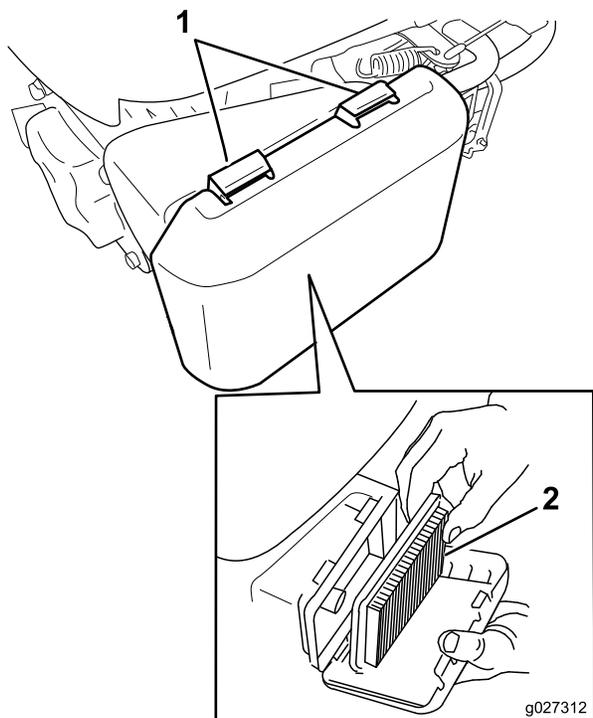

Figura 19
- Presione hacia abajo los cierres de la parte superior de la tapa del limpiador de aire (Figura 19).